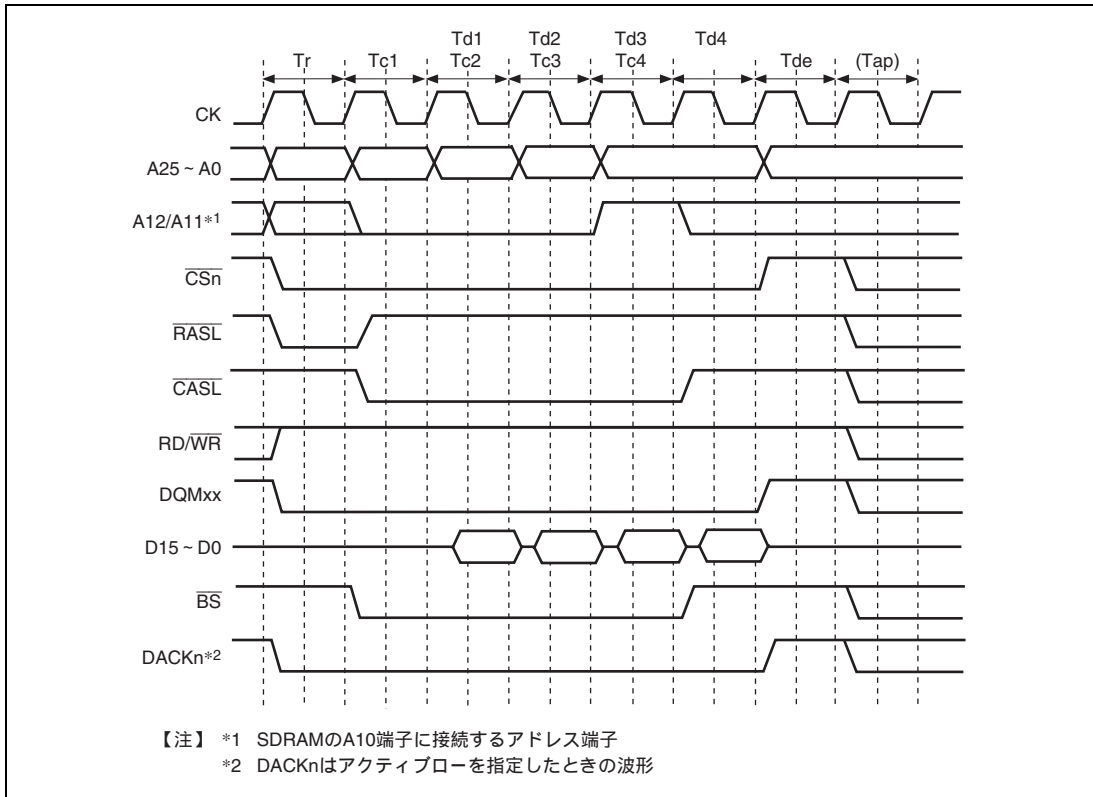
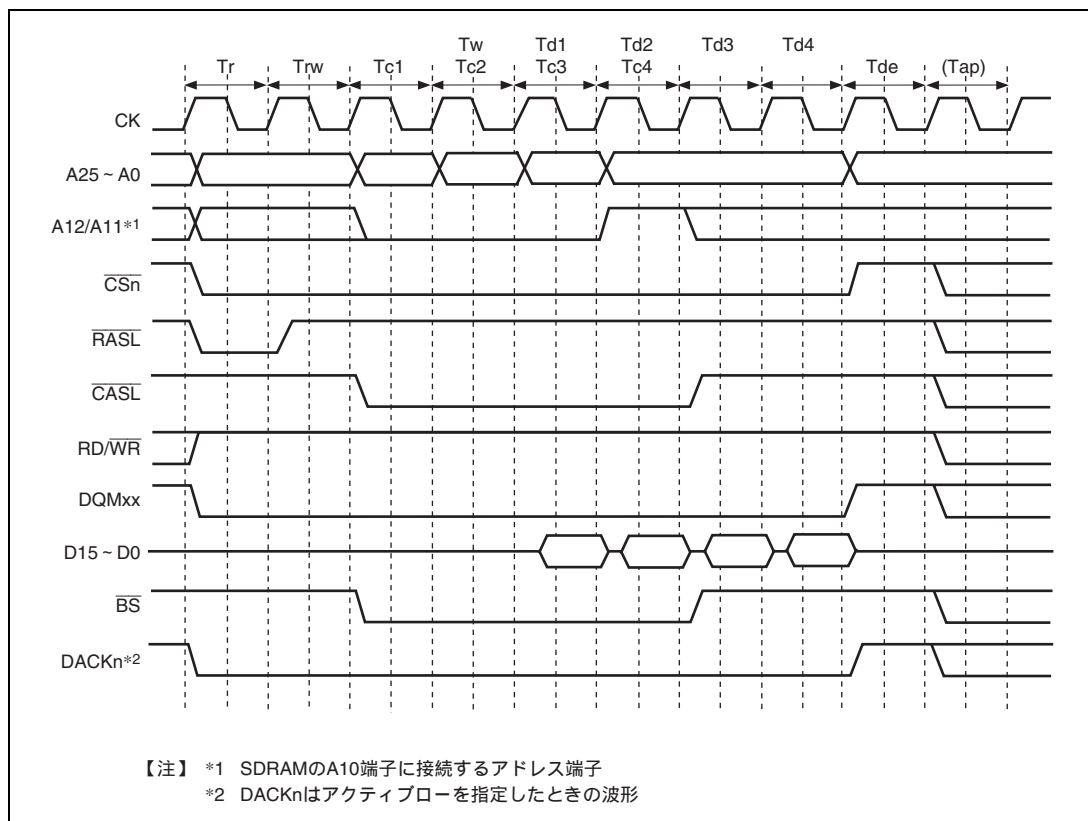

図 9.17 バーストリード基本タイミング (CAS レイテンシ 1、オートプリチャージ)
図 9.18 バーストリードウェイト指定タイミング
パーストリード時のタイミングチャートを図 9.17 と図 9.18 に示します。パーストリードでは ACTV コマンド出力を行う T_r サイクルに続いて、READ コマンドを T_{c1} 、 T_{c2} 、 T_{c3} サイクルに、READA コマンドを T_{c4} サイクルに発行し、 T_{d1} から T_{d4} のサイクルに外部クロック (CK) の立ち上がりでリードデータを受け取ります。 T_{ap} サイクルは SDRAM 内部で READA コマンドによるオートプリチャージの完了を待つサイクルであり、この間は同一のバンクに対して新たなコマンドの発行は行いません。ただし、別の CS 空間や同じ SDRAM の異なるバンクに対するアクセスは可能です。CS3WCR の WTRP[1:0]の指定によって T_{ap} のサイクル数を決定します。
本 LSI では、様々な周波数で SDRAM と接続するために CS3WCR の各ビットを設定することによりウェイトサイクルを挿入することができます。各種ウェイトの設定を行った例が図 9.18 となります。ACTV コマンド出力サイクル T_r から READ コマンド出力サイクル T_{c1} までのサイクル数は、CS3WCR の WTRCD[1:0]ビットによって指定することができます。WTRCD[1:0]の設定が 1 サイクル以上の場合、 T_r サイクルと T_{c1} サイクルの間に NOP コマンド発行サイクル T_{rw} サイクルが挿入されます。READ コマンド出力サイクル T_{c1} からリードデータ取りこみサイクル T_{d1} までのサイクル数は、CS2WCR の A2CL[1:0]ビットおよび CS3WCR の A3CL[1:0]ビットによって CS2 と CS3 の空間でそれぞれ独立に指定することができます。このサイクル数は、SDRAM の CAS レイテンシに相当します。SDRAM の CAS レイテンシの仕様は 3 サイクルまでですが、本 LSI では、1 サイクルから 4 サイクルまで設定できます。これは、本 LSI と SDRAM の間にラッチを含む回路を設けて接続するためのものです。